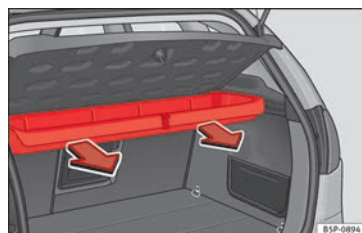

Fig. 104 Desmontaje de la caja portaobjetos.
- Tire hacia afuera hasta desenclavar la caja de los ejes de giro » » fig. 104.